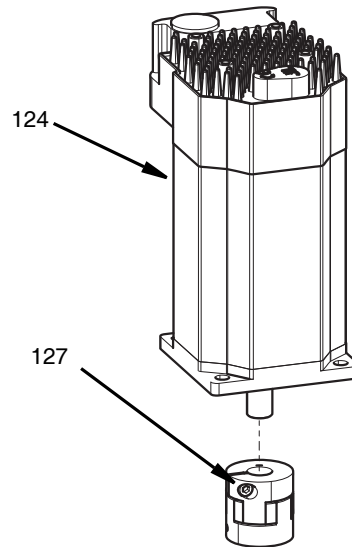

FIG. 36
7. Allentare la vite di fissaggio del giunto rotante superiore (127) con una chiave a brugola da 2,5 mm. **NOTA:** Non usare la chiave a brugola a testa sferica.
8. Estrarre il giunto rotante (127) dall'albero motore. Vedere FIG. 36.